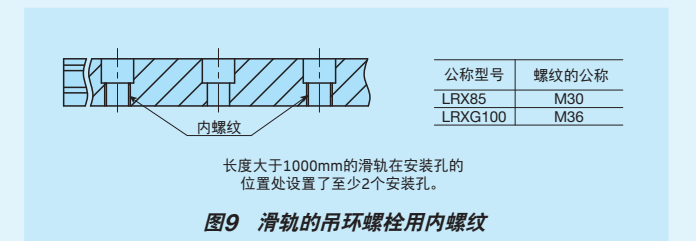
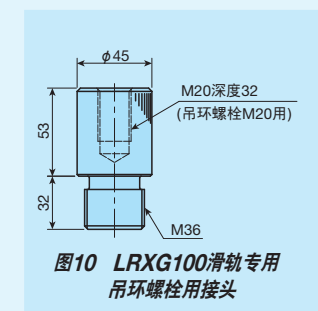

图9 滑轨的吊环螺栓用内螺纹
图10 LRXG100滑轨专用吊环螺栓用接头
⑤ 备注
- LRX(D)(G、L)85及LRXG100属于重物，在搬移及安装产品时建议使用吊环螺栓。安装吊环螺栓时，请使用滑块安装孔和滑轨的吊环螺栓用内螺纹(图9)。当为LRXG100滑轨时，请使用LRXG100滑轨专用的吊环螺栓用接头(图10)。